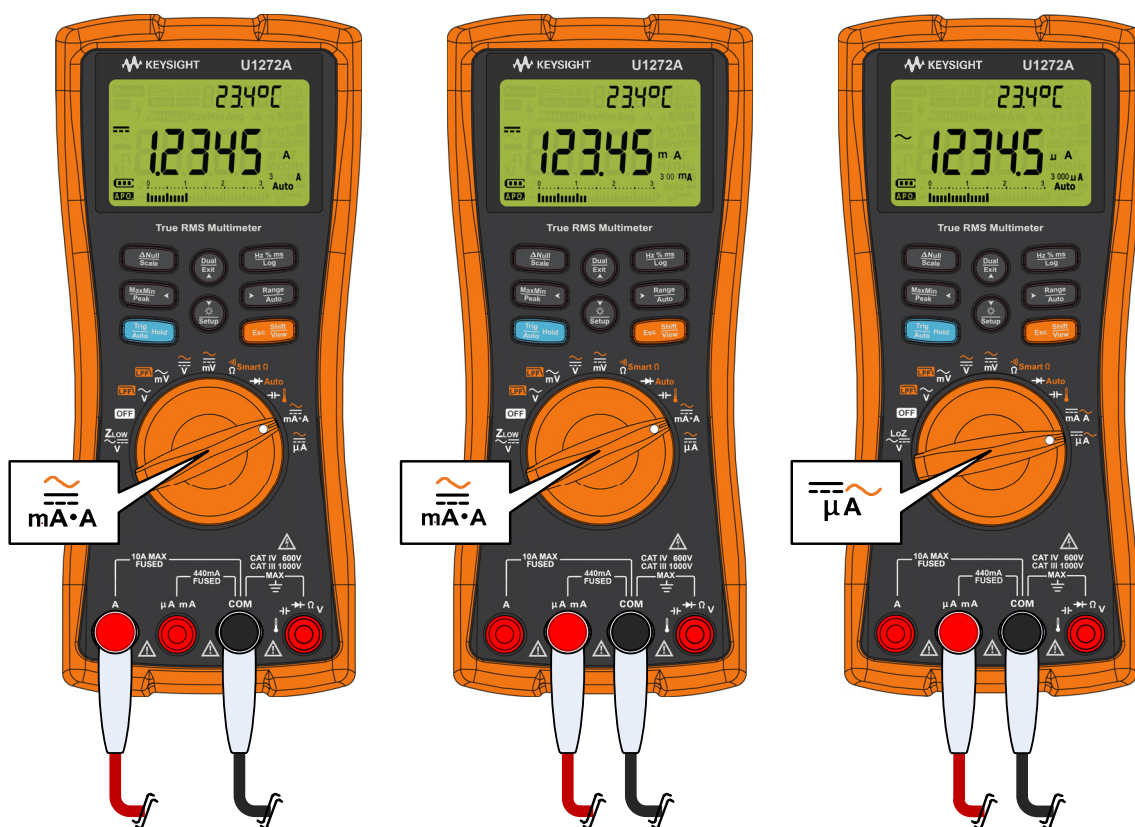

Figura 2-34 Impostazione della misurazione della corrente
- Perché il fusibile da 440 mA del multimetro non salti, utilizzare il terminale **μA mA** solamente se si è certi che la corrente sia inferiore a 400 mA. Vedere **Figura 2-34** per i collegamenti dei puntali di misura e per la selezione della funzione. Fare riferimento alla sezione **Avvertenza per terminale di ingresso** per informazioni sugli avvisi utilizzati dal multimetro quando i puntali non sono impiegati correttamente per le misurazioni della corrente.